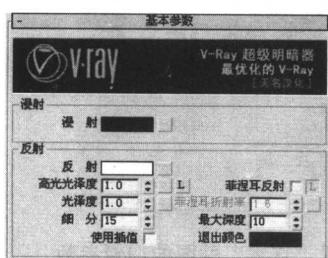

图 2-6 设置“镜子”材质的基本参数
**7** 启用 VRayMtl 材质类型，在“基本参数”卷展栏中把“漫射”显示窗的颜色设置为黑色。将“反射”显示窗的颜色设置为淡蓝色 (R: 198、G: 223、B: 241)。关闭“高光光泽度”参数栏右侧的 L 按钮，在“高光光泽度”和“光泽度”参数栏中均键入 1，在“细分”参数栏中键入 15，在“最大深度”参数栏中键入 10，如图 2-6 所示。